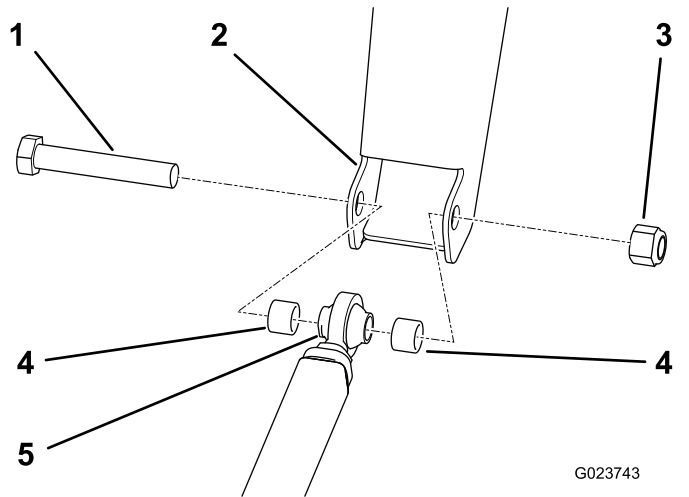

Bild 15
1. Fluchten Sie das Stangenende der Deichsel mit der Rahmenanbauvorrichtung aus (Bild 15).